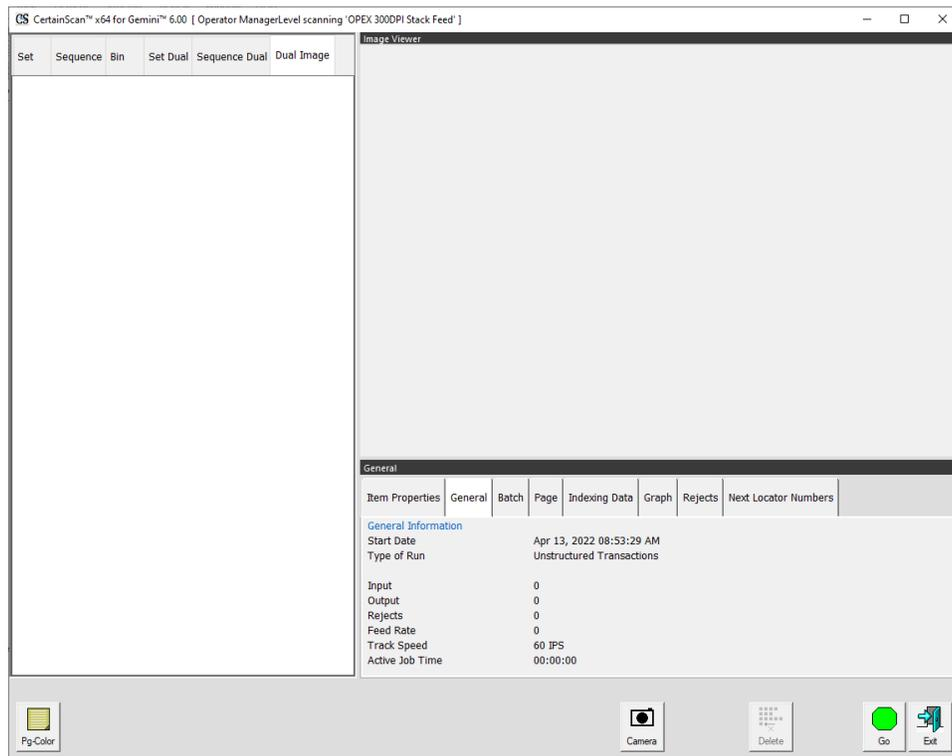

Abbildung 3-9: Betriebsbildschirm
- Betriebsbildschirm: Die Seitentypen der Aufträge werden angezeigt. Klicken Sie auf die Schaltfläche **Los**, um mit dem Scannen zu beginnen. Keine Batch-Dateineingabe erforderlich (Abbildung 3-9).